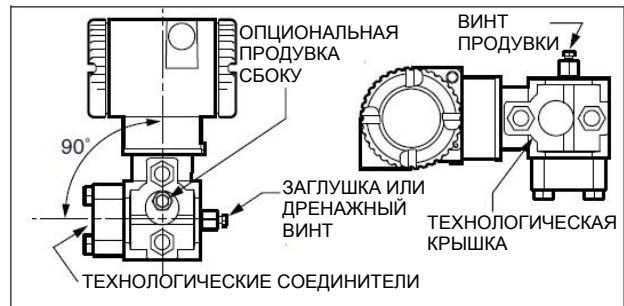

Рисунок 10. Традиционная конструкция
**ТРАДИЦИОННАЯ КОНСТРУКЦИЯ (РИСУНОК 10)**